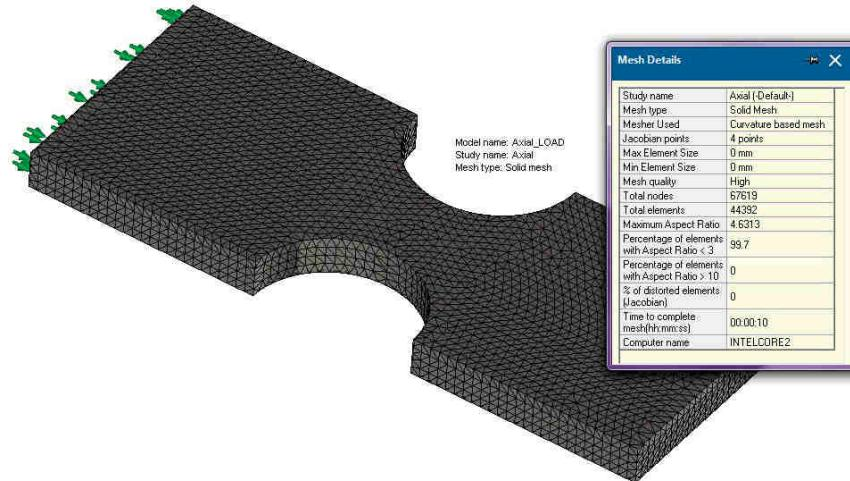

Fig. 10.10
Piesa este divizată într-un număr de elemente finite, vizibil prin click dreapta pe **Mesh** și selecție opțiune **Details**, fig. 10.10
The part is divided into a number of finite elements, which can be viewed through right-click **Mesh** and select **Details** option, fig. 10.10.
- The **Results** and **Stress1 (vonMises)** branches are created, fig. 10.10.